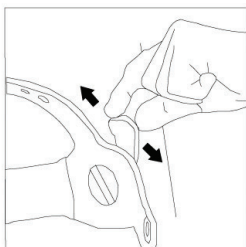

Рис. 7
7.9 На боковой стороне сварочной маски существуют фиксированные отверстия. Можно изменить угол поля зрения путём регулировки положения поршня в фиксированных отверстиях (рис. 7)